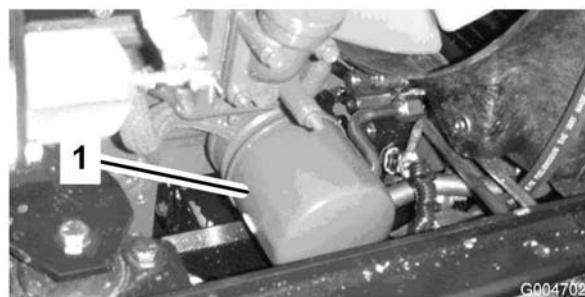

Figure 50
- Déposez le filtre à huile (Figure 50). Appliquez une fine couche d'huile propre sur le joint du filtre de rechange avant de le visser en place. **Ne serrez pas excessivement.**